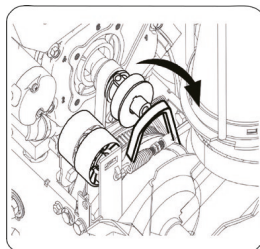
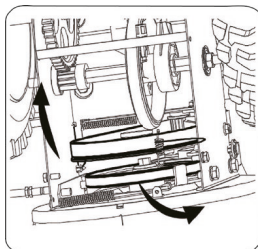

Рис.3
Рис.4
4. Вставьте в отверстие на панели конец А рычага управления желоба (рис.3 А), затем соедините другой конец В (рис.3 В) с точкой А (рис.4 А) на желобе. И закрепите их штифтом.
- Скрутите ремень шнека со шкива двигателя (Рис. 3).
4. Снимите приводной ремень со шкива и пропустите его между опорным кронштейном и шкивом шнека (Рис. 4).
3. Скрутите ремень шнека со шкива двигателя. (Рис. 3)
5. Отсоедините пружину опорного кронштейна от рамы (Рис. 4).